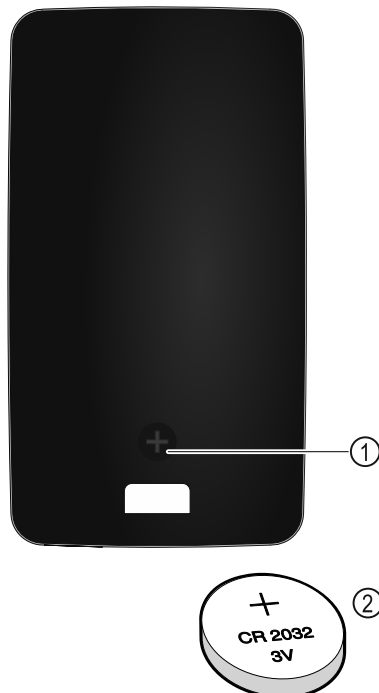

Fig. 141
Fjärrkontrollen drivs med ett knappbatteri av typen CR 2032 3V Fig. 141 (2), som du kan köpa i fackhandeln.
- Skruva ut skruven Fig. 141 (1) på baksidan av fjärrkontrollen.